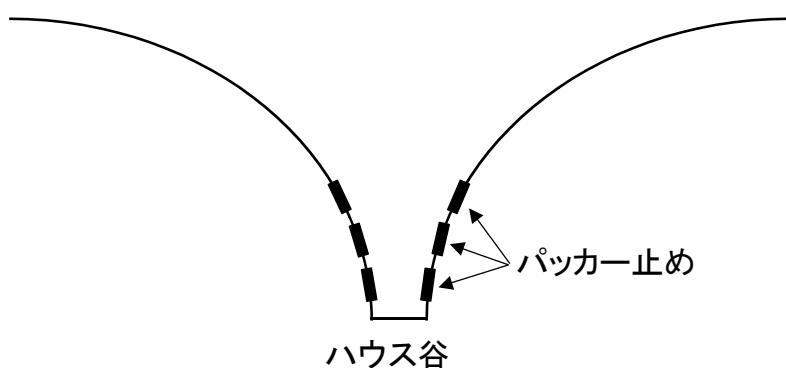

図1 ハウス南側妻面の谷部パッカ一止め事例
- 6) フィルムの破損を防止するために妻面の谷部分をパッカー止めする（図1）。